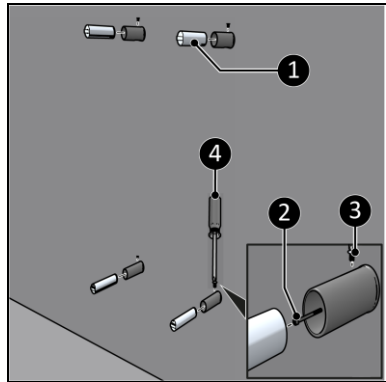

Abbildung 8
7. Schrauben Sie die vier äußeren Wandhalterungen mit Blechschrauben (Abbildung 8, Pos. 2) in die vier Dübel.
8. Befestigen Sie die vier inneren Wandhalterungen (Abbildung 8, Pos. 1) mit kleinen Schrauben (Abbildung 8, Pos. 3) an den äußeren Wandhalterungen (Abbildung 8, Pos. 3) mithilfe eines Phillips Kreuzschlitzschraubendrehers (Abbildung 8, Pos. 4).